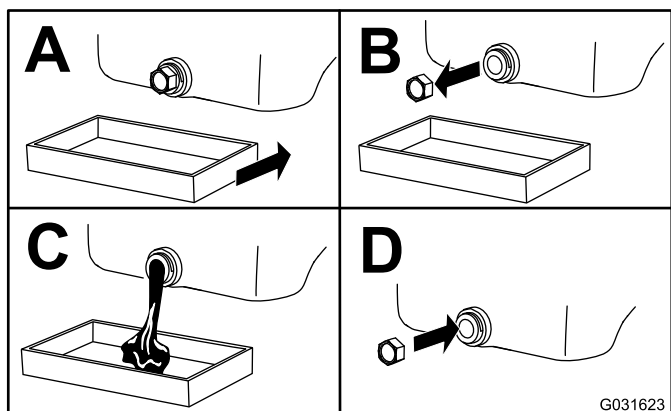

Рисунок 35
3. Замените масло (Рисунок 35).